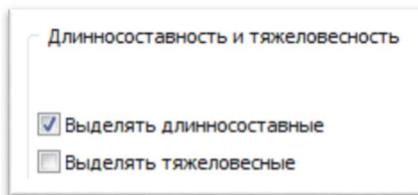

Рис.53. Выбрана опция для выделения нитей длиннооставных поездов.
7. Для установки/снятия отображения выделения нитей длиннооставных, тяжеловесных поездов установить/снять соответствующие галочки (см. рис. 53).